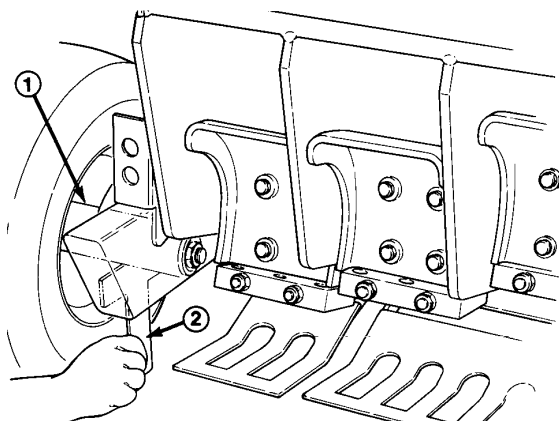

Bild 13
- Diesen Vorgang mit Hilfe der langen Seite der Höhenmesslehre an jeder Hinterradachse (Bild 13) wiederholen.
- Diesen Vorgang mit Hilfe der langen Seite der Höhenmesslehre an beiden Hinterradachsen (Bild 13) wiederholen.